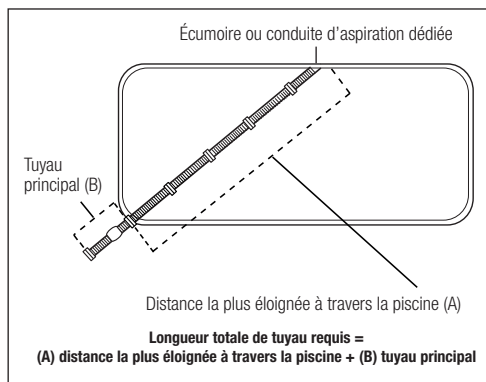

Figure 5. Déterminer la bonne longueur du tuyau de piscine
1. Mesurer suffisamment de tuyaux pour atteindre le point le plus éloigné de la piscine à partir de l'écumoire ou de la conduite d'aspiration dédiée. Retirer toute section du tuyau en surplus, au besoin. Consulter (A) de la figure 5, ci-dessous.
2. Par la suite, fixer le tuyau principal (b) à l'extrémité, là où la tête du nettoyeur sera raccordée. Consulter (B) de la figure 5 ci-dessous. La longueur excédentaire du tuyau permet au nettoyeur d'atteindre le point le plus éloigné de la piscine, si une boucle venait à se former lors du fonctionnement.